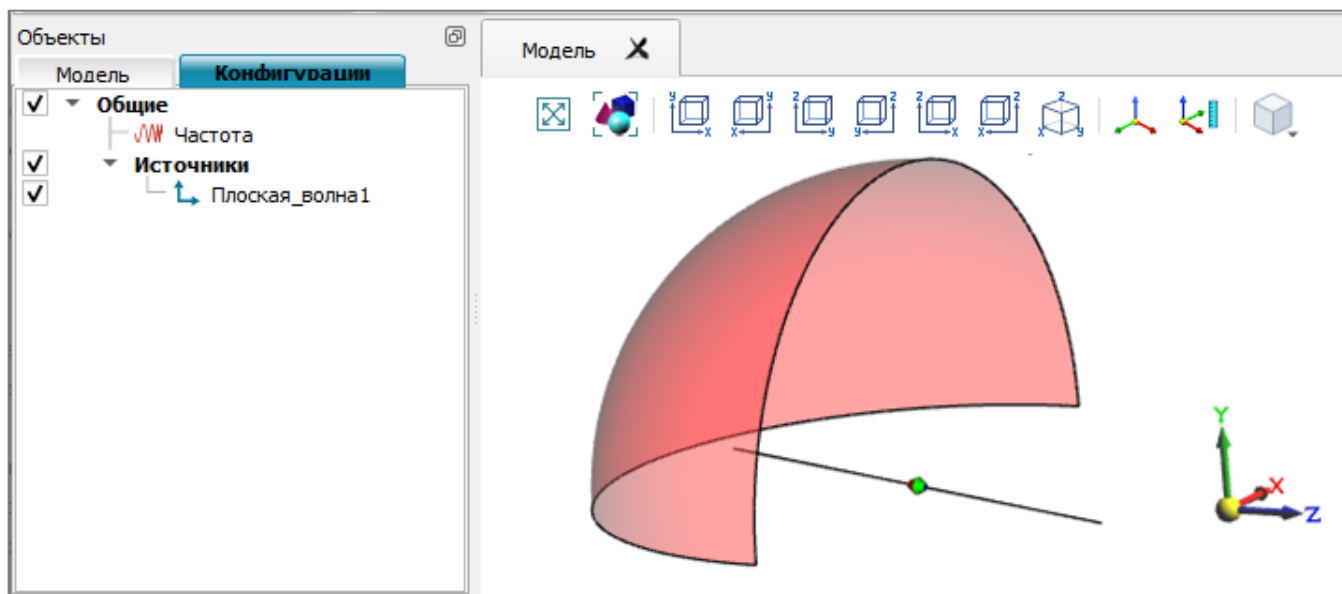

Рис. 84
12.4.10. Пример создания объекта *Плоская волна* с воздействием нескольких источников изображается в виде сегмента сферы красного цвета и показан на рис. 84.